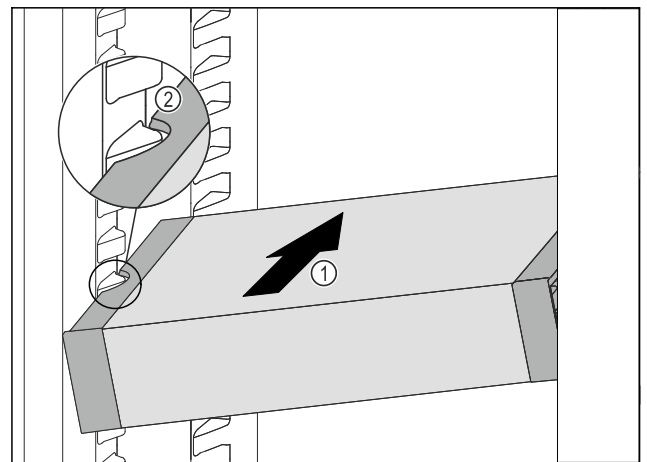

Fig. 125
- ▶ Inserire VarioSafe ad angolo nel vano frigorifero Fig. 125 (1), fino a quando le cavità laterali Fig. 125 (2) di VarioSafe non si trovano al livello della nervatura del contenitore nel vano frigorifero.